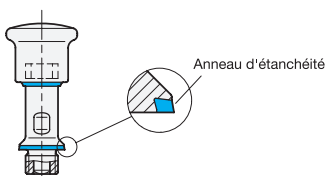

fig. 1
- Defective sealing rings must be replaced (Fig.1). Only use special sealing rings of the correct size (GN7600).
- Il faut donc tenir compte de la bonne position de montage (fig. 1).
- La position de montage illustrée sur la fig. 1 garantit un écoulement indépendant des liquides.